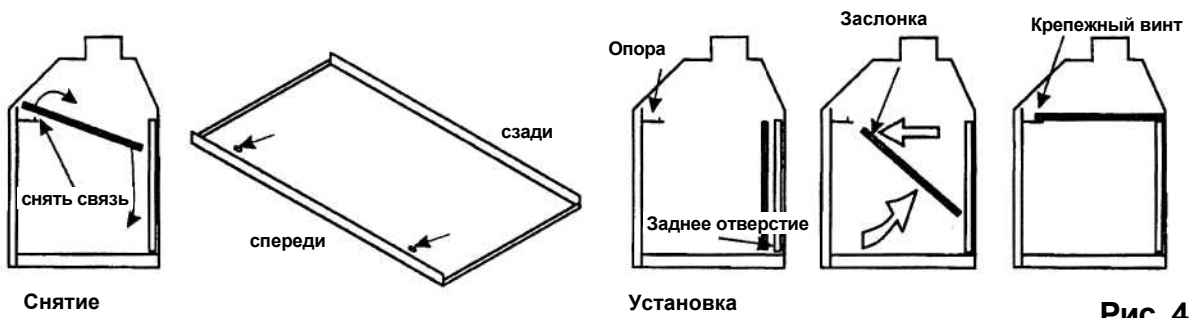

Рис. 4.8
2. Снимите и наклоните отражатель, потяните его вперед (ср. Рис. 4.8).